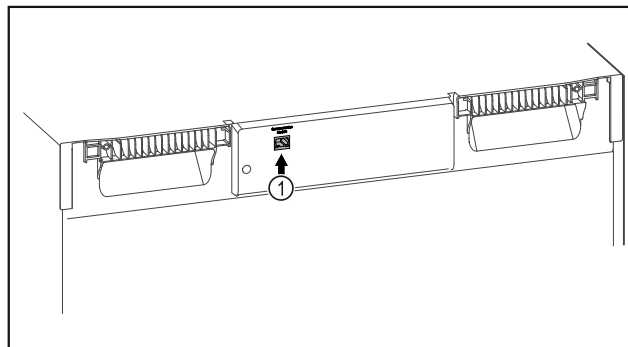

Fig. 112
- Moduli SmartModule Fig. 112 (1) është vendosur.